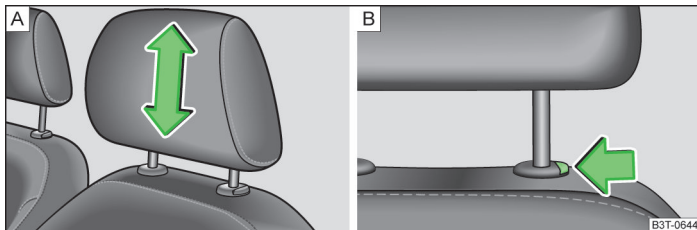

Abb. 54 Kopfstützen: einstellen / ausbauen
- › Die Kopfstütze seitlich mit beiden Händen anfassen und diese je nach Wunsch nach oben schieben » Abb. 54 - **A**.
- › Möchte man die Kopfstütze nach unten verschieben, dann die Sicherungstaste » Abb. 54 - **B** mit einer Hand drücken und gedrückt halten, und mit der anderen Hand die Kopfstütze nach unten drücken.
- › Die Sicherungstaste in Pfeilrichtung drücken » Abb. 54 - **B** und die Kopfstütze herausziehen.